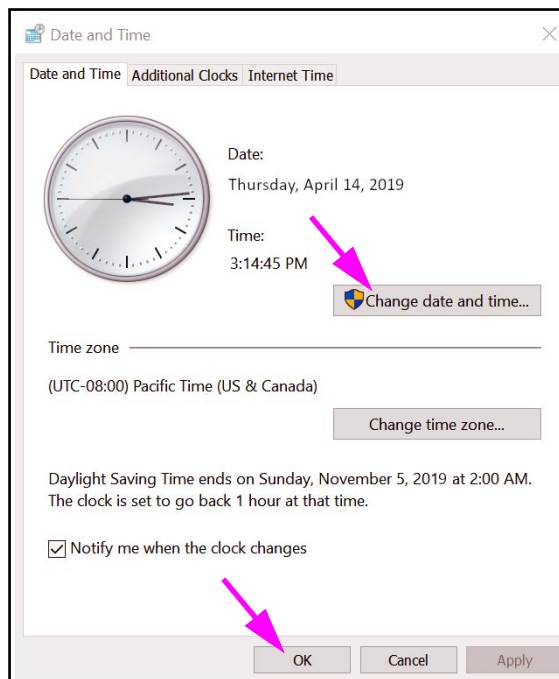

Abbildung 2-34. Dialogfeld „Date and Time Properties“ (Datums- und Uhrzeiteigenschaften)
1. Klicken Sie auf **Control Panel > Date and Time (Systemsteuerung > Datum und Uhrzeit)**. Daraufhin öffnet sich das Dialogfeld „Date and Time“ (Datum und Uhrzeit). Siehe Abbildung 2-34.
4. Klicken Sie auf **OK**, um wieder zum Dialogfeld „Date and Time“ (Datum und Uhrzeit) zu gelangen. Siehe Abbildung 2-34.